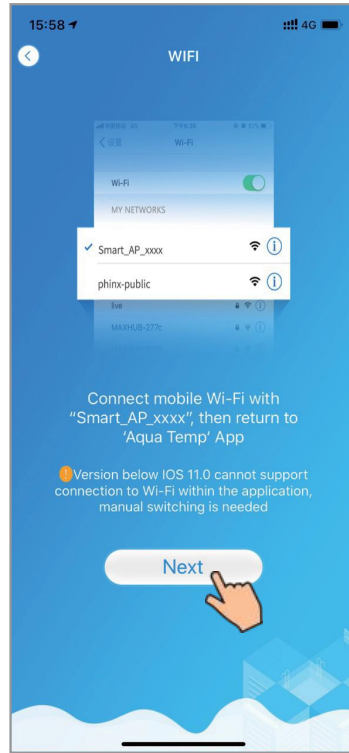
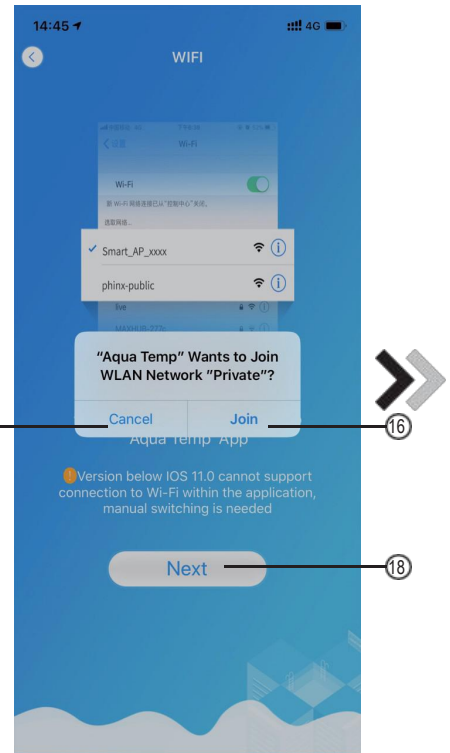
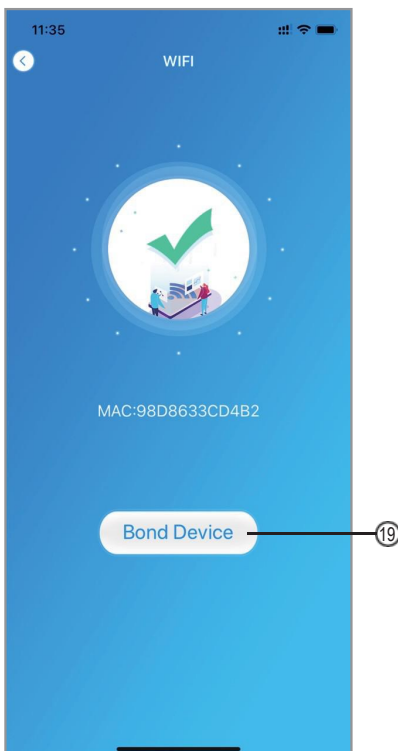

Fig. 14 Anslut specifierad WIFI
Fig. 15 Konfigurera nätverksgränssnitt
Fig. 16 Gränssnitt för obligationenheter
4. Dra tillbaka sidan för att konfigurera nätverksgränssnitt (fig. 14), klicka ①⑥ för att gå med i WLAN-nätverket, klicka ①⑦ för avbryta, klicka ①⑧ för att vända nästa sida (Fig. 15); klicka på ①⑨ för att fästa enheten (fig. 16)